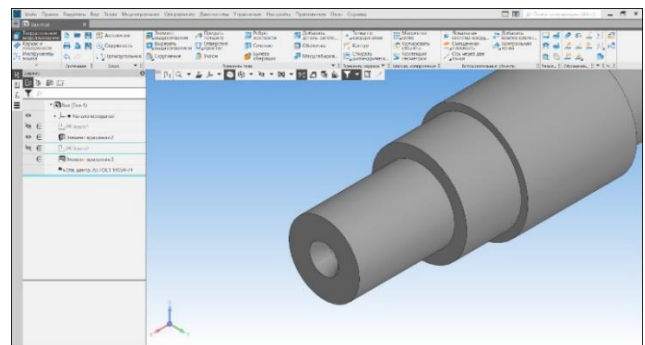

Рисунок 108 - Готовое центровое отверстие
- Центровое отверстие построено (Рисунок 108).